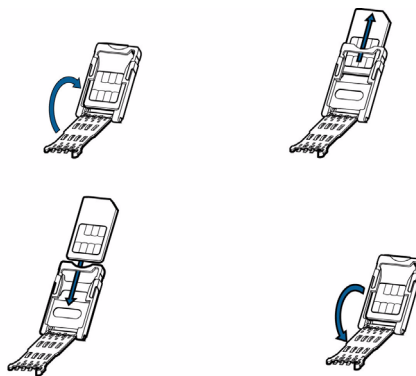

图 15 将 MSAM 卡插入卡槽
- b 以铰链为轴向上提起封盖，使其脱离连接器基座，从而打开卡槽（图 15）。
卡槽中有一组触点，一角有一个凹口，用来确保 MSAM 卡在封盖关闭后的位置正确。MSAM 卡上的斜角可以确保卡按正确位置插入卡槽。插入 MSAM 卡前，请按图 15 所示的位置放置。
- 6 关闭封盖（图 15）。